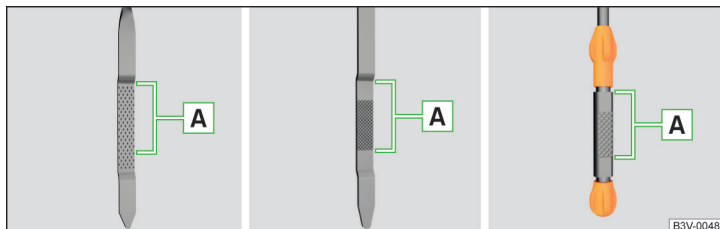

Fig. 326 Variantes de jauge de niveau d'huile
L'huile doit ensuite arriver au niveau de **A** » fig. 326. Si le niveau d'huile est en-dessous du niveau **A**, remplissez d'huile.
- Le niveau d'huile ne doit jamais être inférieur ou supérieur au niveau **A** » fig. 326 – risque d'endommagement du moteur et du système d'échappement !